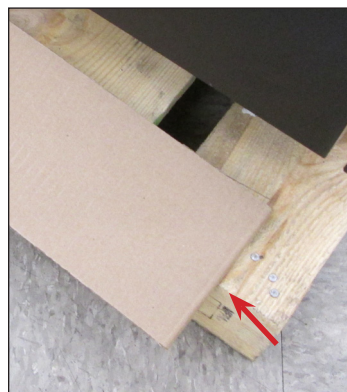

Abb. 3a Schützen Sie das Gerät mit der Pappe vor Kratzern durch die Palette.
3. Einen Teil der Pappe auf die Palettenkante mit dem Griff legen und noch weitere Pappe auf den Boden legen, um die obere Kante des Gerätes abzustützen. Siehe Abb. 4b. Siehe Abb. 3a und 3b.